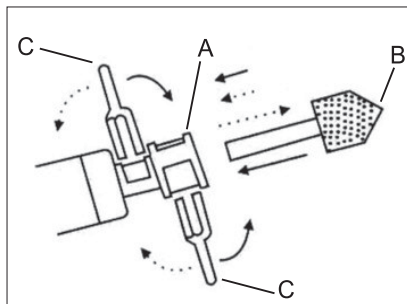

FIGURA 2 - TROCA DO ACESSÓRIO
- Retire a porca (A) e insira a ponta (B) montada na piça da retífica;
- Coloque a porca (A) e aperte-a através das chaves de boca (C), conforme mostra a figura 2;